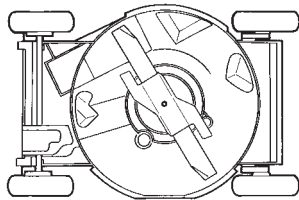

Figure 22
4. Basculez la tondeuse sur le côté **gauche** (filtre à air vers le haut) (Fig. 22).